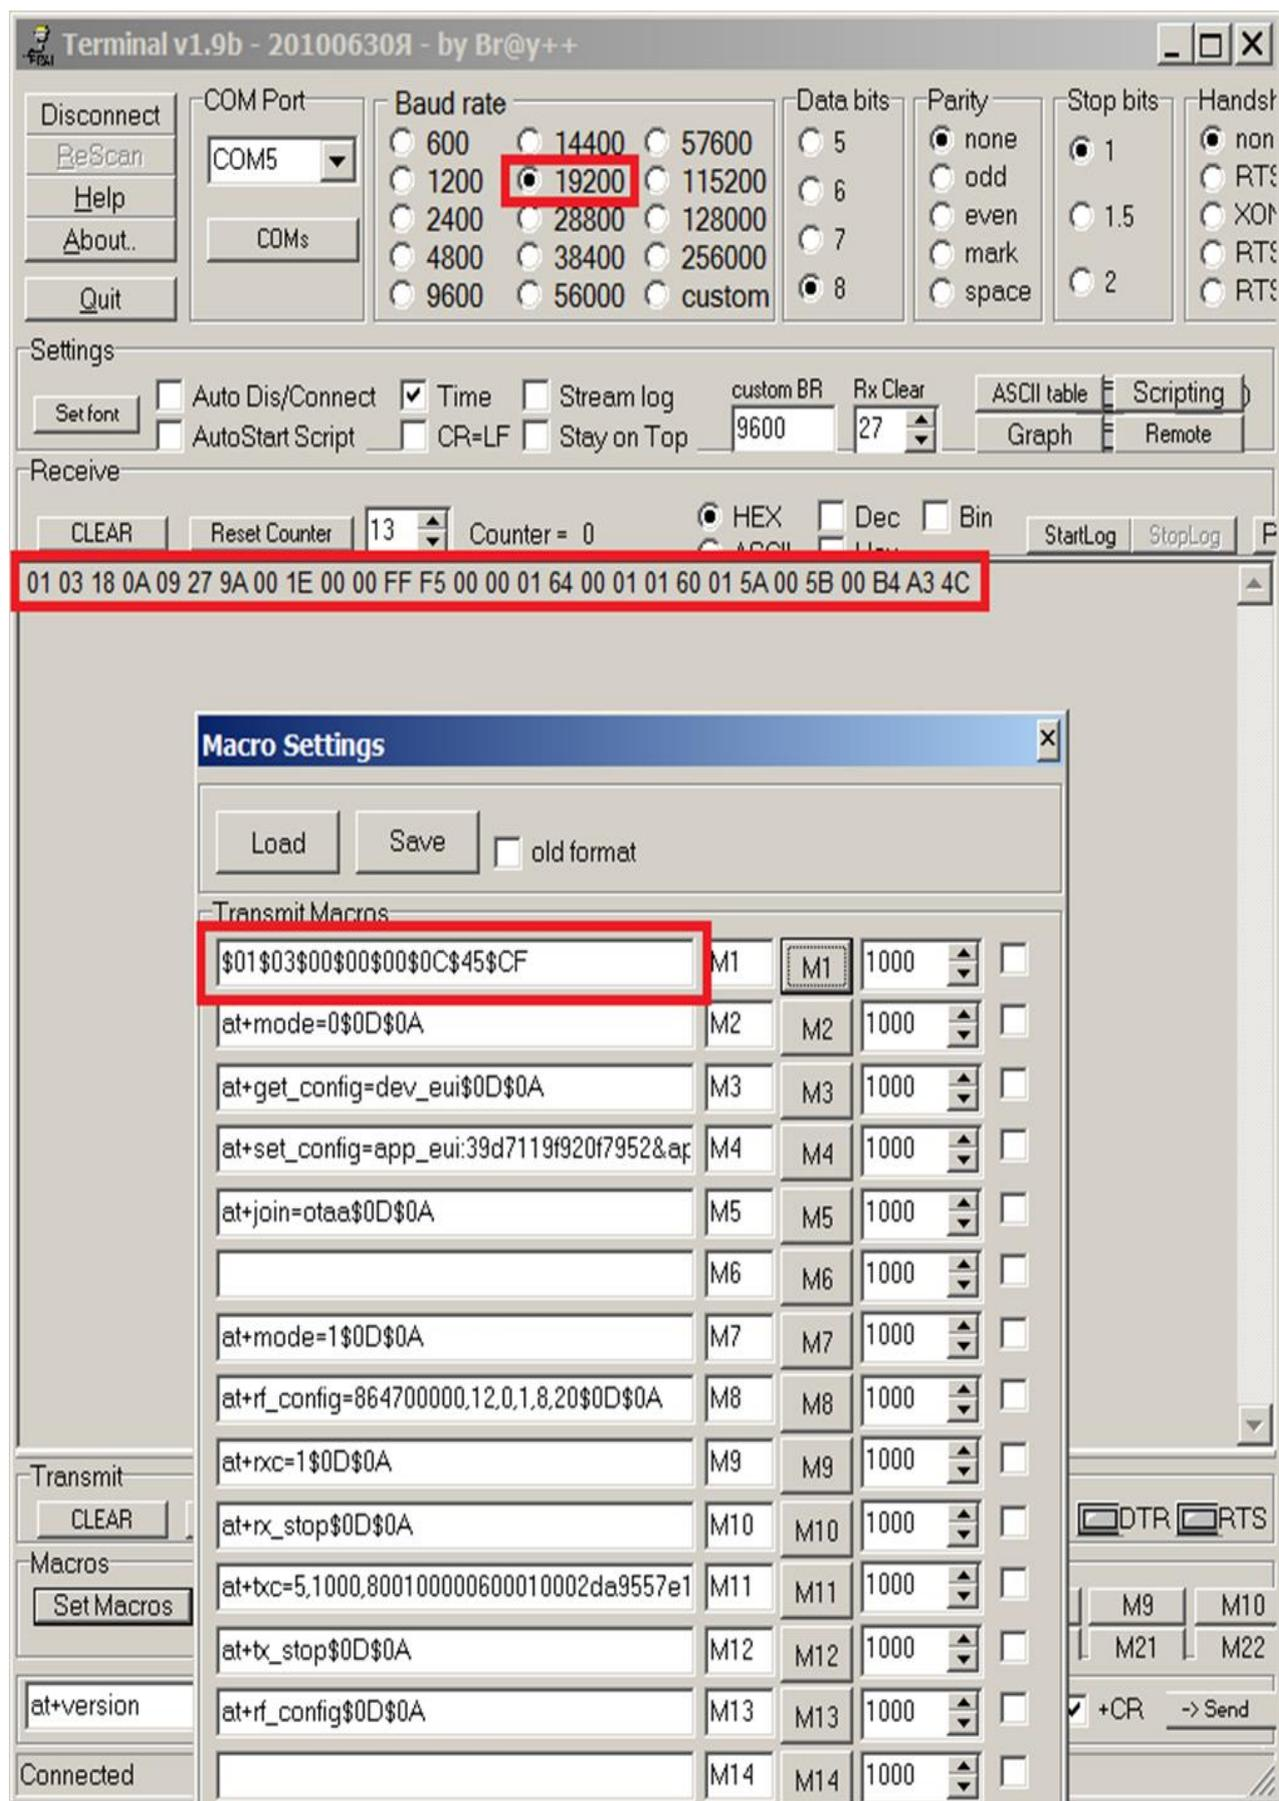

Рис. 9. Терминальная программа Terminal v.1.9b
2) С помощью терминальной программы (рис. 9)